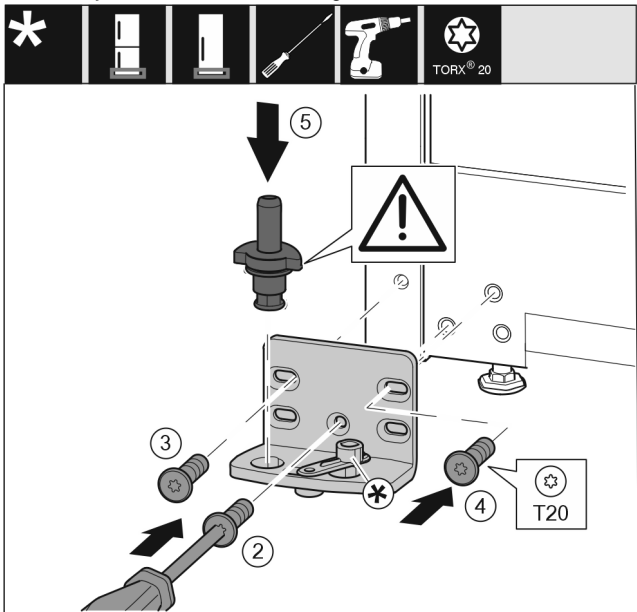

Fig. 14
- Vendosni bazamentin mbështetës në anën tjetër dhe mbërthejeni me ndihmën e një kaçavidë T20. Filloni me vidën 2 poshtë në mes. Fig. 14 (2)
- Mbërtheni fort vidën 3 dhe 4. Fig. 14 (3,4)
- Vendosni komplet në vend bazamentin mbështetës. Këtu bëni kujdes që gungat e kapjes të jetë të kthyera nga poshtë. Fig. 14 (5)